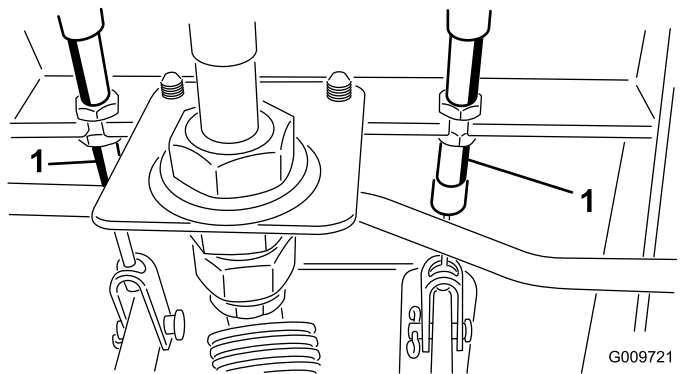

Рисунок 75
- А. Отпустите переднюю гайку на резьбовом конце троса тормоза (Рисунок 75).